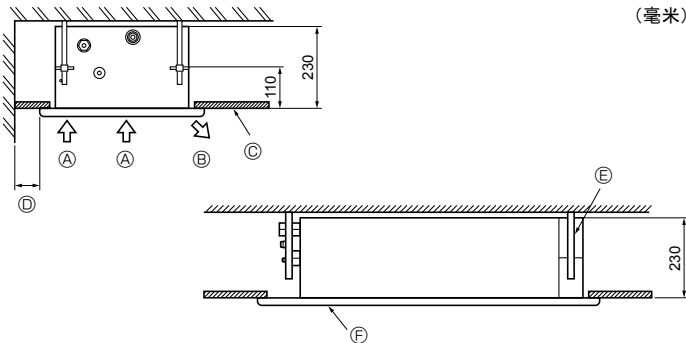
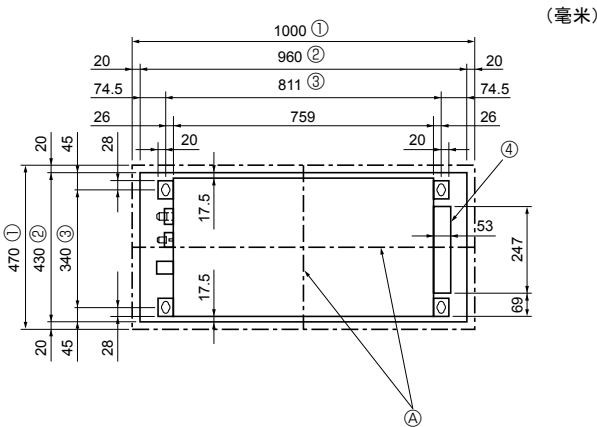

图 2-2
图 2-3
①	垫圈	4 个
②	垫圈（带绝缘片）	4 个
③	管道盖	2 个
④	扎带	大尺寸：6 个 小尺寸：2 个
⑤	螺钉	4 个 M5 × 0.8 × 30
⑥	排水插座	1 个 标有“UNIT”
⑦	绝缘材料	1 个
2.2. 维护间隔（图 2-2）
- ④ 最少 200 毫米
- ⑤ 挂环螺栓 W3/8 或 M10
- ⑥ 格栅
2.3. 天花板开口及挂环螺栓的安装位置（图 2-3）
- ④ 电气箱